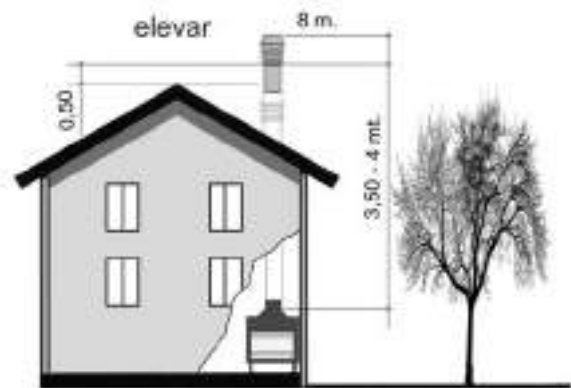
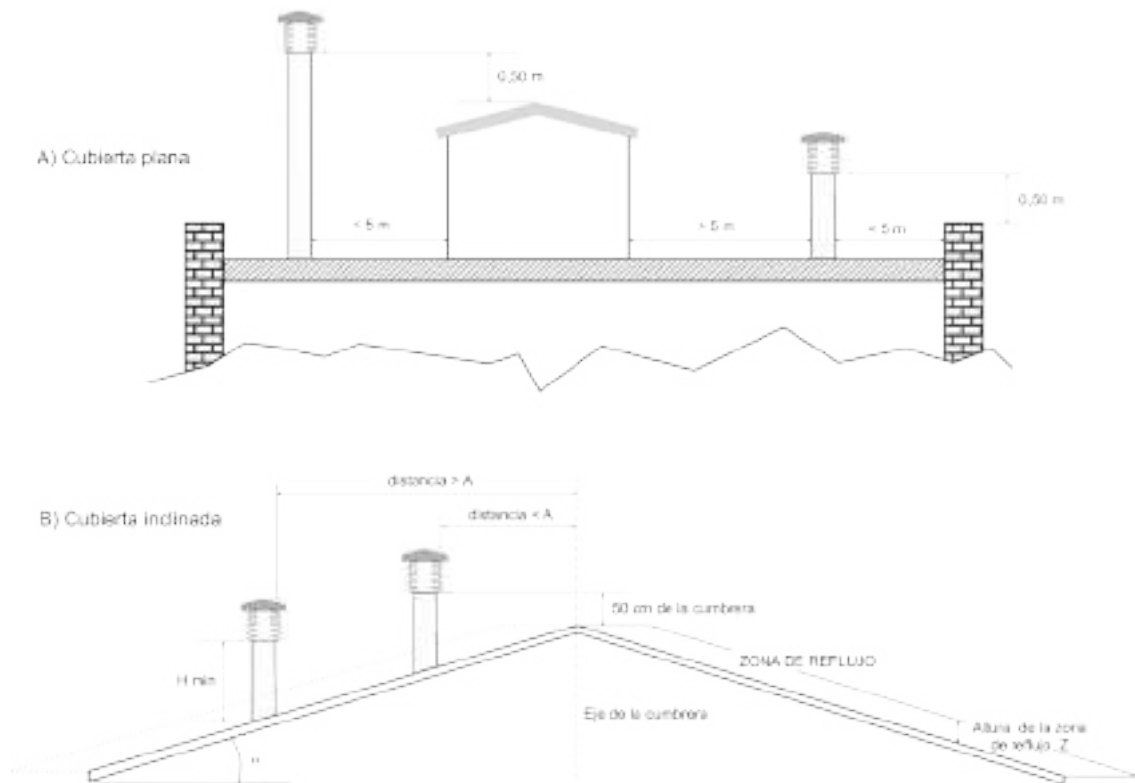

Fig.4
Fig. 5
- El sombrerete se debe ubicar de modo que garantice una dispersión y dilución adecuada de los productos de combustión y, en cualquier caso, fuera de la zona de reflujo. Esta zona tiene tamaños y formas diferentes, dependiendo del ángulo de inclinación de la cubierta, por lo que es necesario adoptar las alturas mínimas que se muestran en la fig.4 y en la fig. 5.
- Cualquier edificio u otro obstáculo situado a una altura superior a la del sombrerete no debe estar cerca del propio sombrerete (fig. 4).